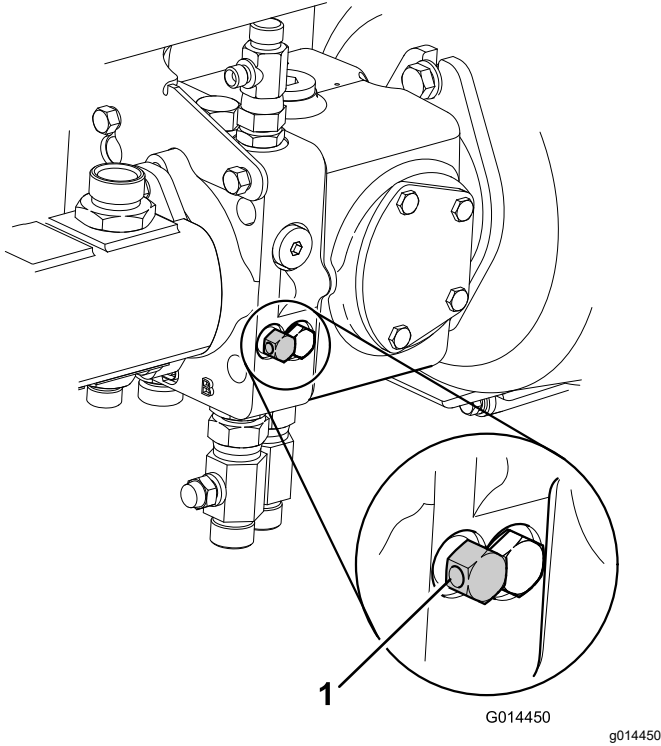

Figure 47
3. Fermez la vanne de dérivation de la pompe de transmission (Figure 47) en la tournant dans le sens horaire.